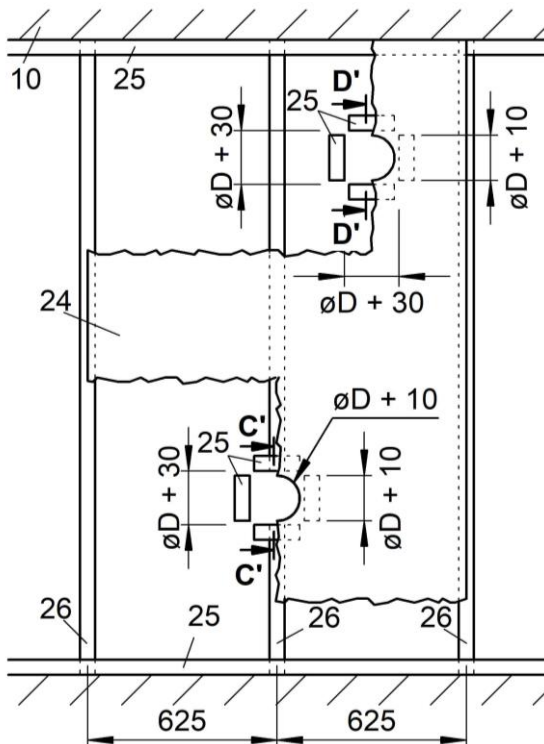

Abbildung 44: Metallständerwerk mit erforderlichen Auswechslungen für BSK-RPR mit Anbaurahmen AR (Trockeneinbau), nach erfolgtem Wandaufbau
- Aussparung für den nachträglichen Trockeneinbau der BSK-RPR (Pos. 1) samt Anbaurahmen AR (Pos. 8) in der Wand vorsehen (Durchmesser: $\text{ØD} + 10$ mm, siehe Abbildung 44/44).